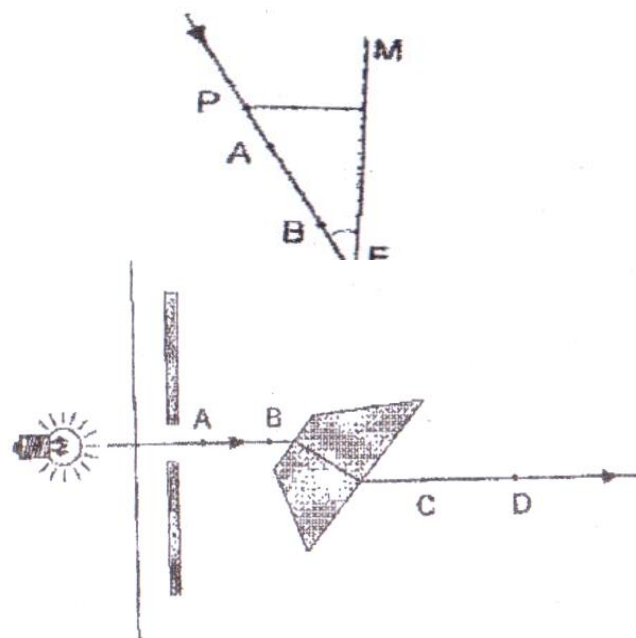

Рис. 1. Установка
1. Соберите установку, как показано на рис. 1. Лампу, ключ и экран установите на планшете. Лампу и ключ соедините последовательно и подключите к источнику электропитания. Экран разместите в 3–4 см от лампы. Луч света, пройдя через щель экрана, должен распространяться перпендикулярно его плоскости.
4. Для построения хода луча внутри пластины сделайте на листе бумаги по две отметки на падающем на пластину луче и луче, вышедшем из пластины (точки *A*, *B*, *C* и *D*) на (см. рис. 1).